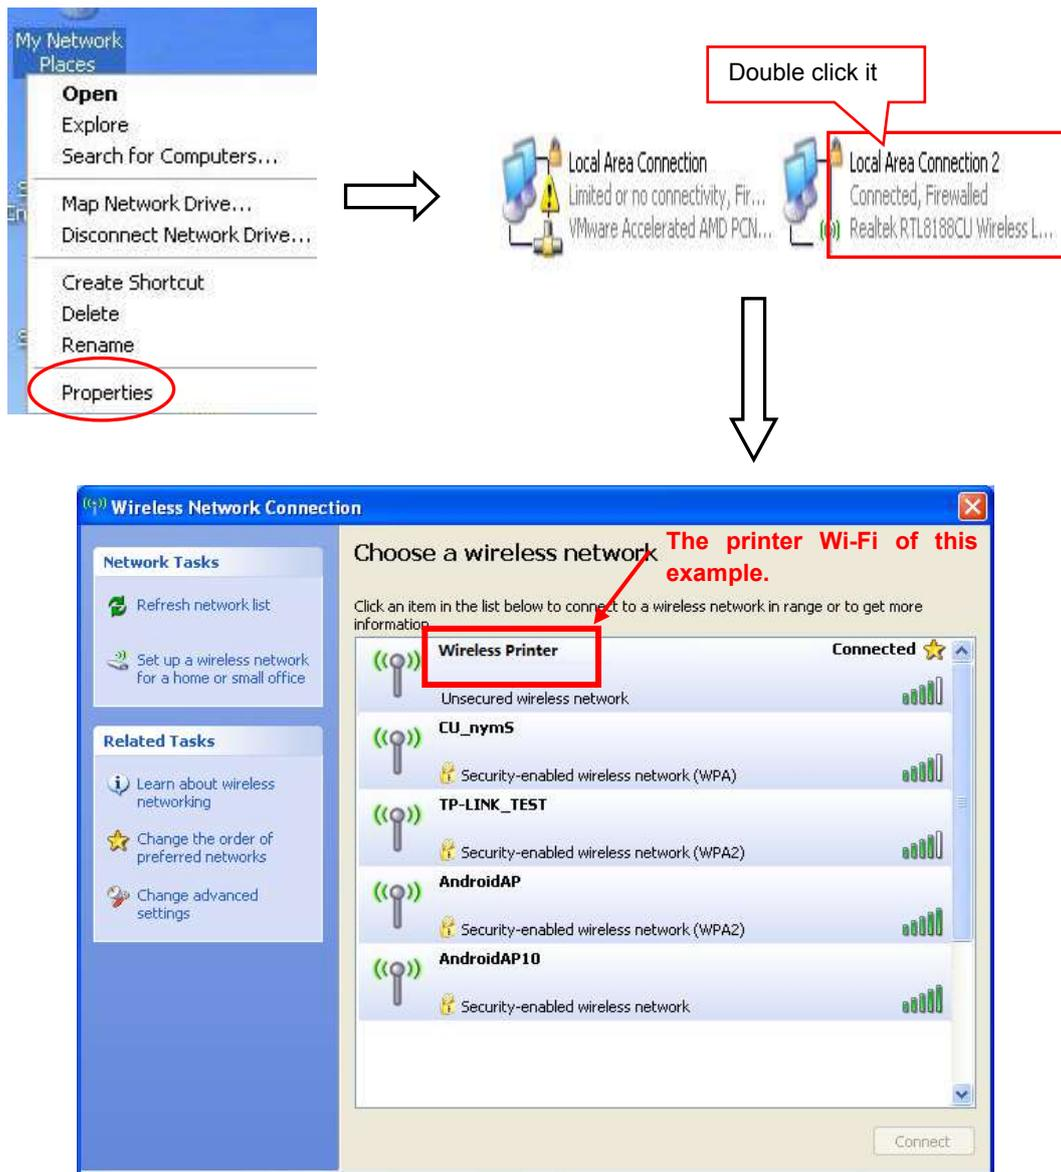

Figura 1
2. haga clic derecho en "mis sitios de red" y luego en "propiedades" para encontrar la conexión de área local 2. De doble clic y la ventana de "conexión de red inalámbrica" aparecerá, seleccione y de doble clic en el modelo correspondiente de la impresora Wi-Fi. El nombre Wi-Fi por defecto de la impresora está compuesto por el modelo de la impresora + 6 números y letras (Figura 1)